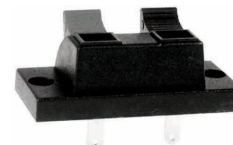

fig. 17 - By-pass
- Eliminare il by-pass dai morsetti posti sul retro della caldaia/stufa (fig. 17);